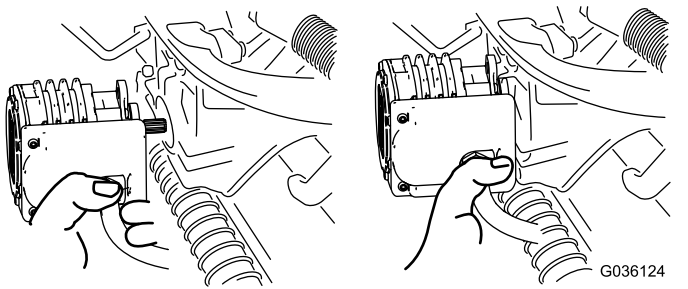

図 66
5. 外したモータは、サスペンションアームの前面にある一時保管位置にセットしておく 図 66。